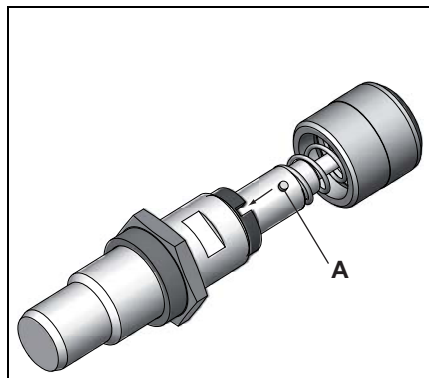

Abb. 8 Positionierstift einrasten
6. Impulsgebereinsatz **624.1** und Druckfeder **624.2** einschieben, dabei auf saubere Hülse und korrekte Lage des Positionierstiftes **A** achten. Dieser muss in der Nut der Indexierhülse **626.5** eingerastet sein, siehe Abb. 8, Seite 30.